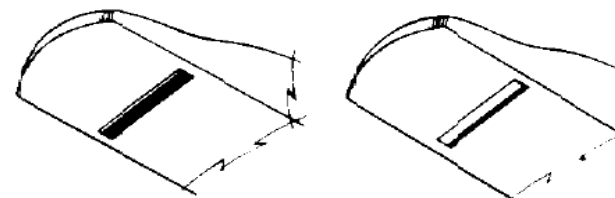

FIG. 10
La dimension de la lumière (3) dépend de l'usage que l'on veut faire du rabot. Pour les travaux d'ébénisterie, la lumière doit être réduite; pour les travaux généraux, la lumière doit être plus importante, telle qu'elle a été réglée en usine (Fig. 10).